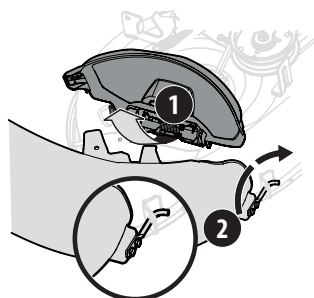

Figura 20
- Con el tapón para abono del tractor elevado y abierto (1), instale el maletero (731-20072) colocando la varilla de montaje del maletero en el orificio proporcionado en el soporte de la rueda de su plataforma o la lengüeta de montaje del maletero (2), como se indica en la Figura 20.
- Suelte el tapón para abono, asegurándose de apoyarlo sobre el soporte del maletero que se instaló previamente en el codo del canal. Consulte la Figura 20.